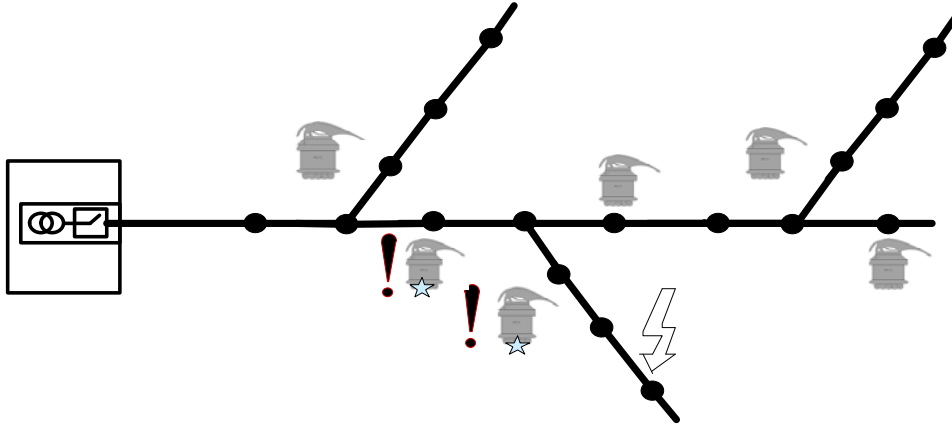

Рисунок 7 – Установка индикаторов на линии с длинным стволом и длинными ответвлениями
- на линии с длинным стволом и длинными ответвлениями комплекты устанавливаются в начале контролируемых ответвлений и за местом разветвления, на ближайших промежуточных опорах (Рисунок 7).